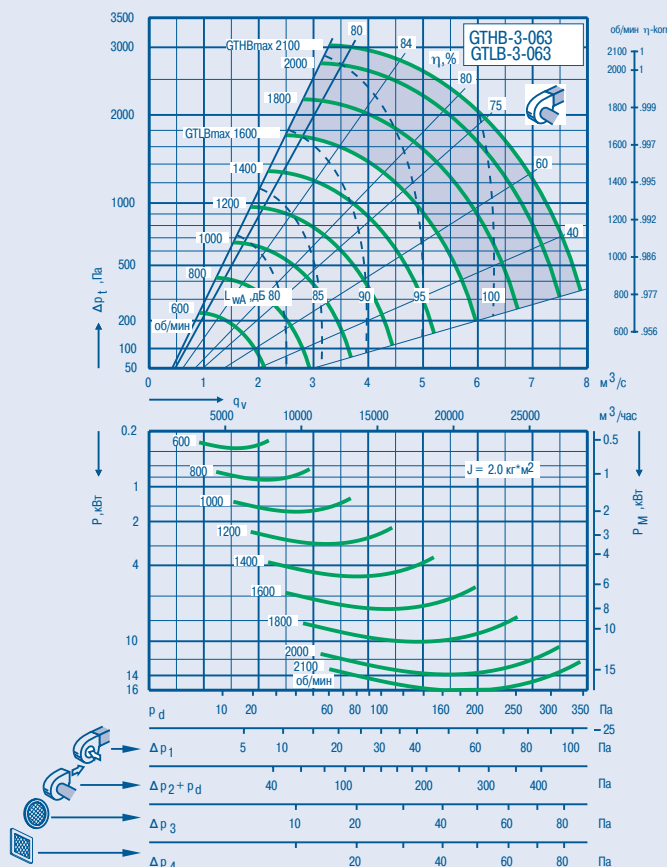

Рис. 8 Вентиляторная диаграмма вентилятора с ременным приводом
2. Наносится производительность $q=4 \text{ м}^3/\text{с}$ и перепад полного давления $\Delta p=1420 \text{ Па}$ на подробную вентиляторную диаграмму (см. рис. 8).
3. Продлевается линия, соответствующая производительности $q=4 \text{ м}^3/\text{с}$, вниз на диаграмму мощности до пересечения с кривой (см. рис. 8), соответствующей найденной в п. 2 скорости $n=1600 \text{ об}/\text{мин}$. Точка пересечения проецируется вправо на шкалу P_M , и определяется величина P_M .